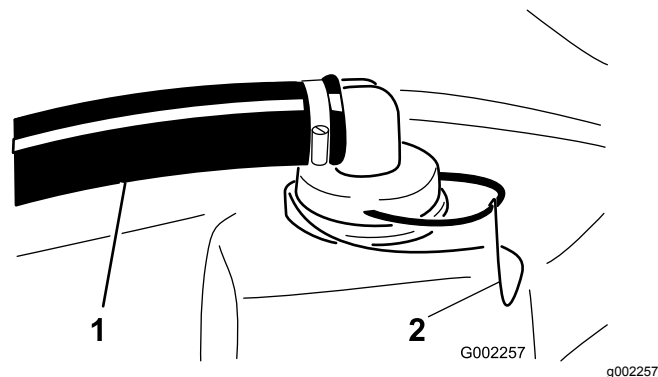

図 24
2. タンク上部で、太いホースについているフィッティングをストレーナハウジングに固定しているリテーナを外す 図 24。
3. ストレーナハウジングからホースとフィッティングを取り外す 図 24。